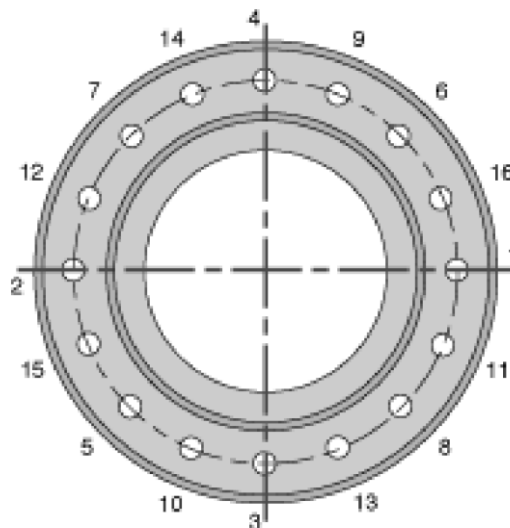

Fig.4 Tiltrekningssekvens
2. Som første tiltrekningsmoment, stram til boltene i en prosedyre som vist i Fig. 4. Bruk en tiltrekningskraft som er 20 % av det som er vist i tabellen.